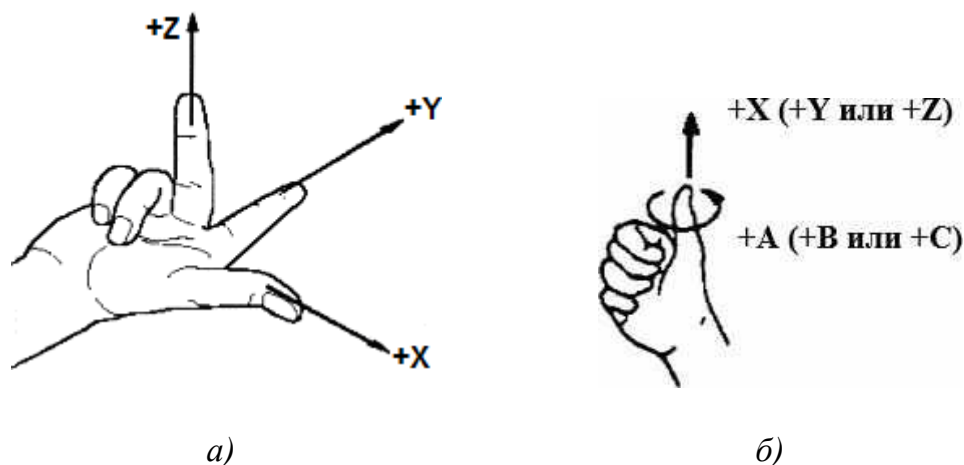

Рис. 1. Выбор направления осей X, Y, Z станка с ЧПУ (а) и направления вращения относительно этих осей (б) по правилам правой руки
Системы координат в станке можно выбрать различным образом, но для сокращения трудозатрат при составлении управляющей программы, упрощения наладки станка и уменьшения объема необходимых вычислений – выбор систем координат и направления осей, по которым перемещаются исполнительные органы станка, стандартизованы. В стандартной системе координат станка положительные направления осей X, Y, Z определяются **по правилу правой руки**. Большой палец (рис. 1, а) указывает положительное направление оси абсцисс (X), указательный – оси ординат (Y), средний – оси аппликат (Z).
Положительные направления вращения вокруг осей X, Y, Z определяются вторым правилом правой руки, согласно которому большой палец располагают поочередно по направлению осей X, Y, Z, тогда остальные согнутые пальцы укажут положительное направление вращения относительно рассматриваемой оси (рис. 1, б). Пользуясь этими правилами, можно без затруднений определить не только положительные направления осей X, Y, Z, но и положительные направления вращения исполнительных органов для станка с ЧПУ.